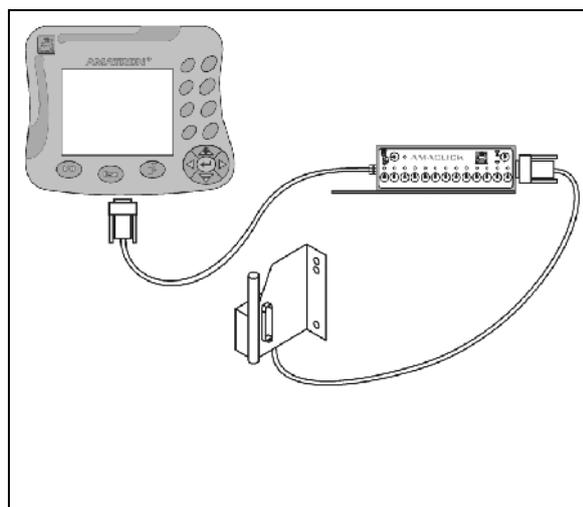

Fig. 134
- sans la poignée multifonctions comme présenté en Fig. 134.